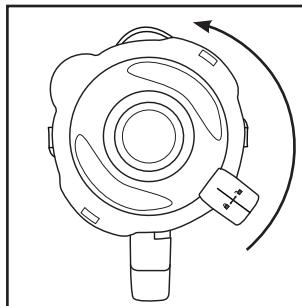

Fig. 1
- 1) Drej blenderkanden ③ i retning mod uret, indtil pilen ▼ under blenderkandens ③ håndtag står over positionen . Tag blenderkanden ③ lodret op fra motorblokken ⑥.
- 2) Fjern låget ② ved at dreje det mod uret i retning af position  (se fig. 1), indtil du kan tage det af oppefra.
- 3) Fyld blenderkanden ③ mindst op til den nederste streg på skalaen ④ og maksimalt til MAX-markeringen. For at opnå optimale resultater anbefaler vi følgende maksimale påfyldningsmængder: